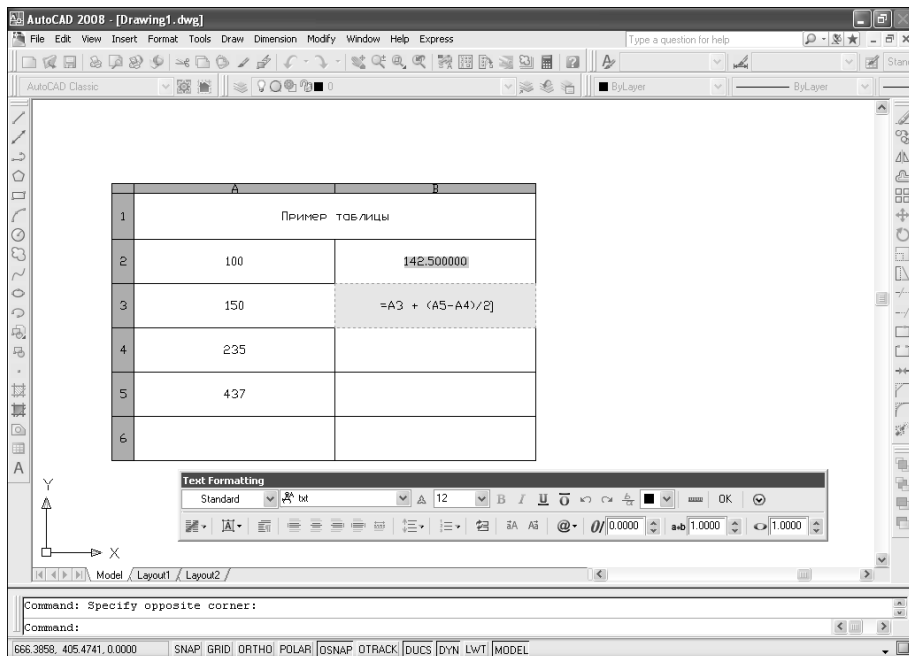

Рис. 7.10. Ввод формулы в ячейку B3 столбца B
Иными словами, каждая ячейка таблицы представляет собой многострочный табличный объект, а таблица в целом — взаимосвязанную совокупность таких объектов. Последнее означает, что ячейки таблицы могут ссылаться одна на другую точно так же, как ячейки в электронных таблицах, например в Microsoft Excel. Для создания таких ссылок достаточно ввести в таблицу формулу с указанием буквенно-цифрового адреса нужной ячейки. Например, создав формулы в столбце *B* со ссылками на ячейки столбца *A* (рис. 7.10), можно получить нужные значения путем вычисления результата по формулам, а не путем ввода констант.
*Примечание.* Выделение значений серым цветом, как, например, в ячейке B2 на рис. 7.10, означает, что в ячейке таблицы находятся не константы, а ссылки на поля. Подробнее об использовании полей мы поговорим ниже в этой главе.